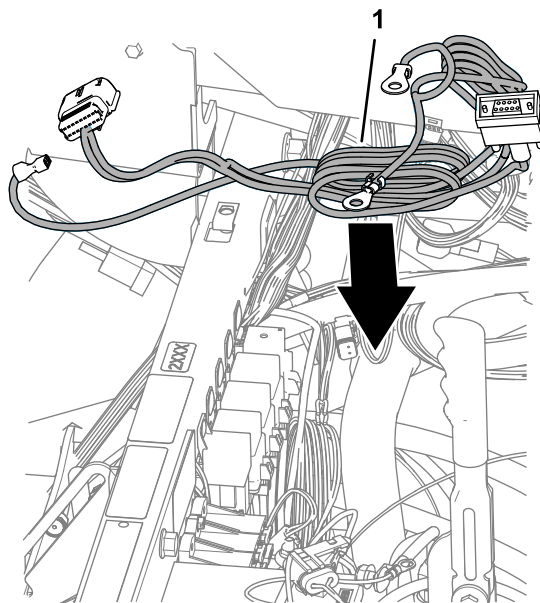

Figura 185
1. Alinee el arnés de alimentación del módem con la máquina, como se muestra en la Figura 185.